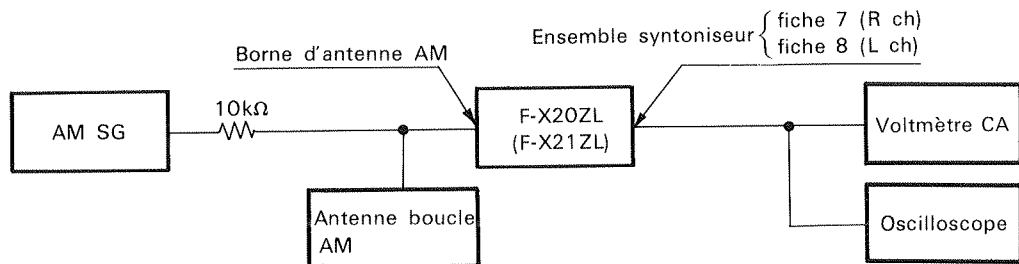

Fig. 11-2 Diagramme de raccordement de réglage MA
- Faire les raccordements comme indiqué en Fig. 11-2.
- Enfoncer la touche MA (LW) pour régler en mode MA (LW).